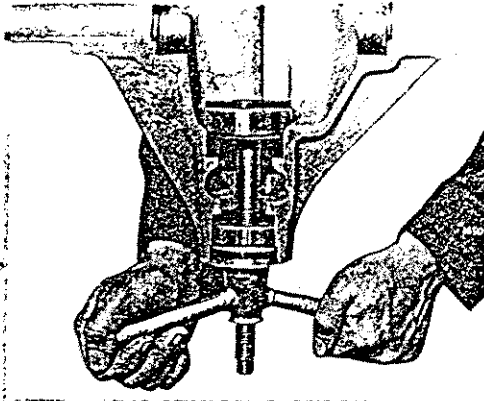
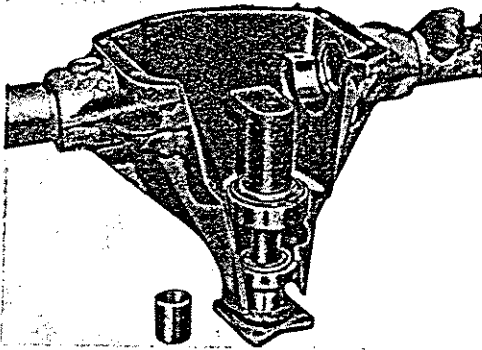
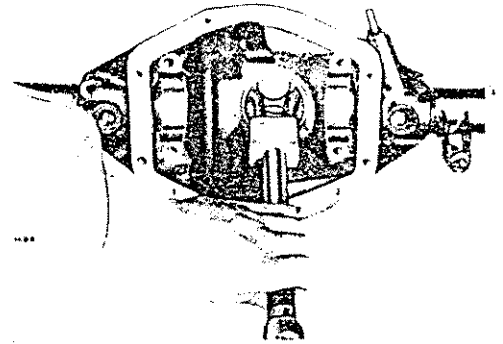

Abb. 18
Abb. 19
Abb.23
Mit Hilfe des Werkzeuges Nr. M.70 die Außenringe der Lager (25) und (22) wie in Abb. 18 gezeigt anordnen. Noch keine Beilagscheiben einbauen. Das (hintere) Kegelradlager (22) an ein Hilfskegelrad ansetzen (Werkzeug Nr. M.84) und ins Gehäuse einbauen. Sodann das vordere Lager (25) den Antriebsflansch (28) und die Scheibe (30) mit Mutter (29) befestigen (siehe Abb.19). Die Flanschmutter bis zu einer Vorspannung von 15 - 18 lb./in. anziehen (Abb. 25).
Auf die Auflagefläche (Abb.23) des Ritzelkopflagers Beilagscheiben der erforderlichen Stärke anbringen und beide Außenringe des Lagers wie in Abb.18 gezeigt einbauen.